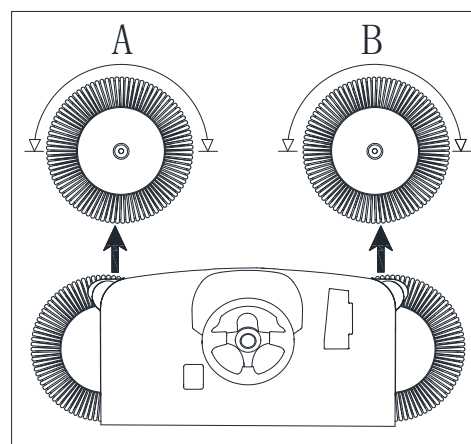
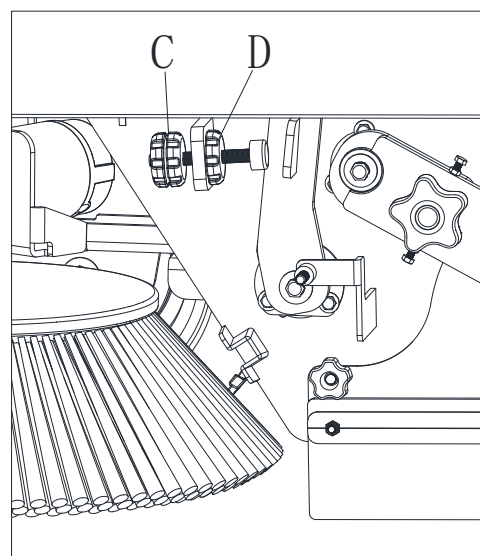

Figura 28
Figura 29
- Controle que las huellas del cepillo lateral sean como indicado en la figura (A y B, Figura 28).
5. Ajuste el regulador del cepillo lateral (C, Figura 29) hasta lograr la huella adecuada (A y B, Figura 28). A continuación, fije el regulador con virola (D, Figura 29).